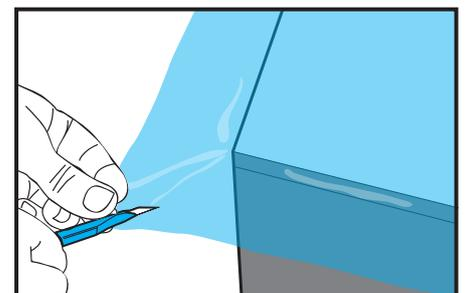

Abbildung 04
- › Schneiden Sie die Folie schräg, von der Tischecke aus beginnend, ein. (Abb. 04)